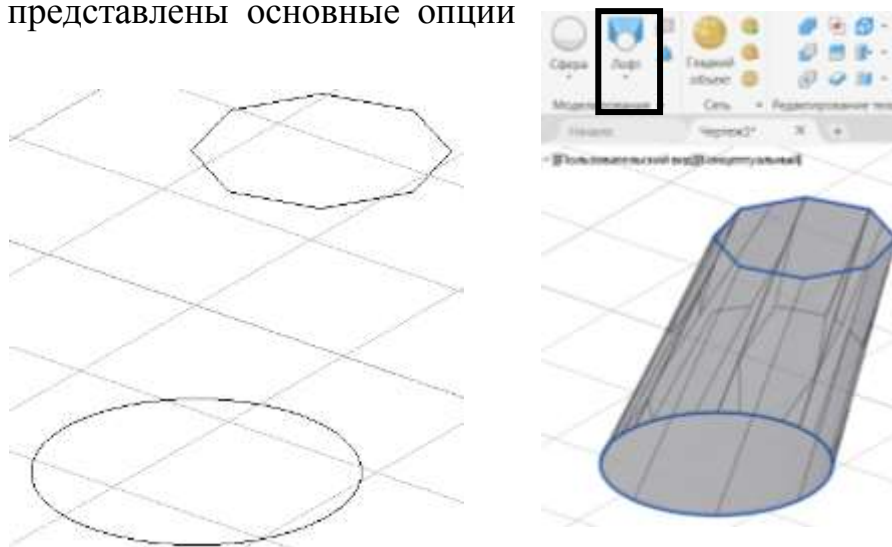

Рис. 146. Команда Лофт
2. Команда **Лофт** – один из самых эффективных методов создания сложных 3D-тел. Этот метод позволяет интерполировать внешнюю поверхность по замкнутым промежуточным сечениям (рис. 146). Форма получаемого 3D объекта напрямую зависит от профилей поперечного сечения и их местоположения в пространстве. Количество и форма сечений могут быть любыми, но приемлемый результат обычно получается для достаточно гладких объектов (например, сплайновых). После выбора поперечных сечений в командной строке представлены основные опции команды: